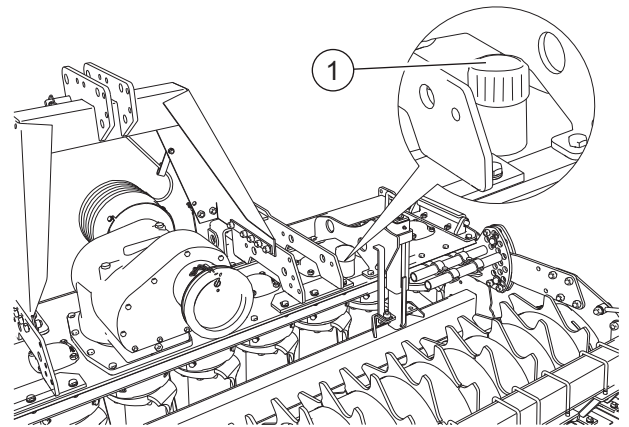

FIG. 37
- Die Schrauben (2, "Fig. 37") abdrehen. Den Deckel (4) abnehmen.
- Den Deckel wieder aufsetzen (4). Die Schrauben und
Den Deckel des Öl-Einganges auf der Wanne (1, "Fig. 37") abschrauben. Der korrekte zu erachtende Pegel ist 1 cm unter der Oberfläche des Zahnrades des Rotors.
- Den Deckel vom Öleingang abschrauben ("Fig. 37").
- Den Deckel des Ölausgangs zuschrauben (3).